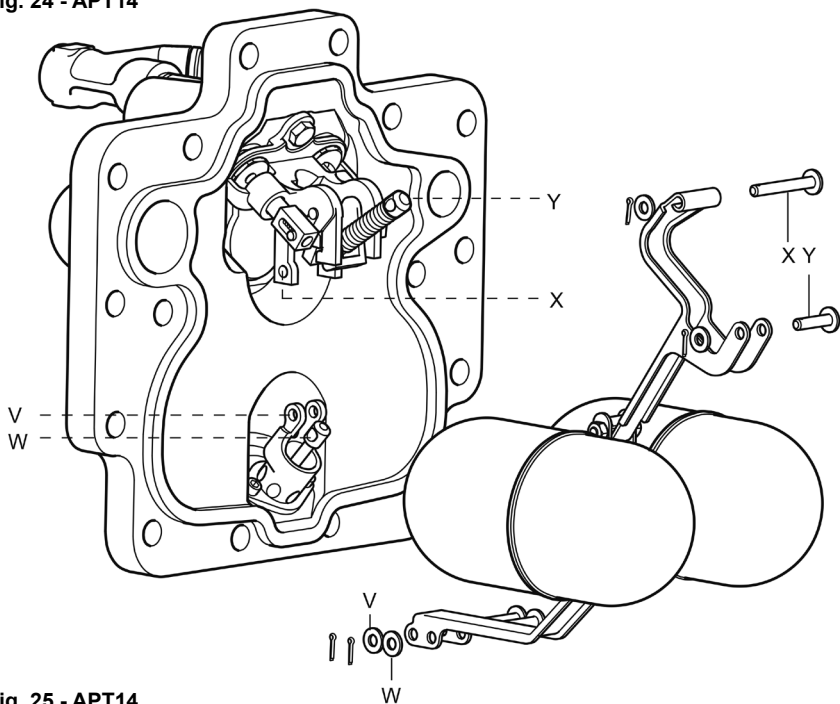

Fig. 25 - APT14
4. Sfilare copiglia, rondella e perno del meccanismo di scarico (V) (vedere la Fig. 25).
5. Sfilare copiglia, rondella e perno della valvola del 1° stadio (W).